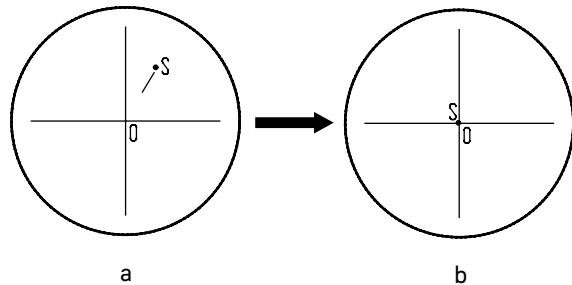

Рис. 17. Настройка канала визуализации
- Установите рукоятку переключения светового потока **4** в положение для наблюдения через окуляры. Наблюдая объект через окуляры, найдите отличительную точку в поле зрения (легко идентифицируемую цель, такую как точка **S** на рис. 17 а), переместите объект на предметном столике так, чтобы данная точка находилась в центре поля зрения, как показано на рис. 17 б. Для этой процедуры вместо обычного препарата удобно использовать специальный калибровочный слайд с перекрестием, а вместо обычного окуляра – окуляр с перекрестием.